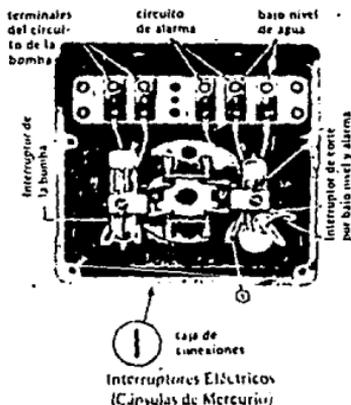
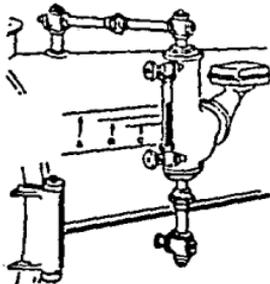

Figura No. 1 Control de Bajo Nivel de Agua.
Figura No. 2 Indicadores del Nivel de Agua
5.- Los accesorios son los dispositivos de control para el funcionamiento en general de la caldera tales como: - Válvula de seguridad, control de bajo nivel de agua, indicadores del nivel de agua, manómetros de presión de vapor, temperatura de los gases, etc. y que a continuación se muestran en la Figura No. 1 y Figura No. 2.